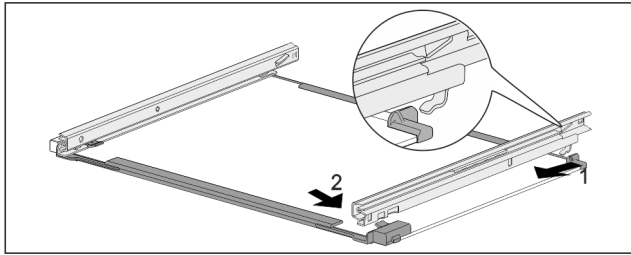

Fig. 158 Placa de vidrio con guías
- ▶ Enganche la guía por detrás. *Fig. 158 (1)*
- ▶ Encastre la guía por delante. *Fig. 158 (2)*